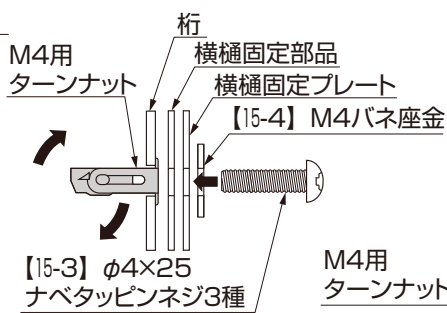
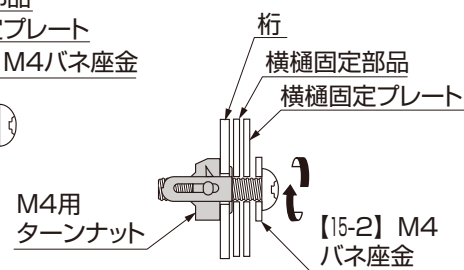

図10-5
図10-6
- M4用ターンナットは、下穴に挿入して、軽く押込みながら締付けてください。（図10-5、図10-6参照）